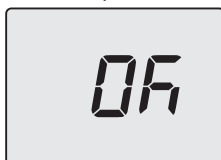

Figura 5.74
- Premendo il tasto 50 (Figura 5.69) si ottiene la conferma del valore inserito. Il display visualizzerà per 5 sec. quanto segue (Figura 5.74) poi, si porterà al livello superiore.